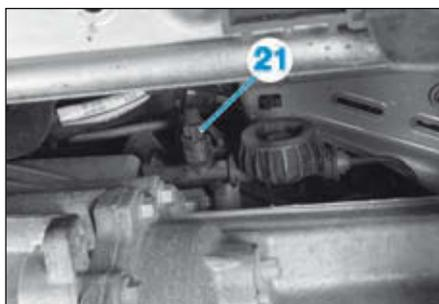

FIG.87
- Tourner le robinet de purge du récepteur d'embrayage (21) d'un tour dans le sens antihoraire (Fig.87).